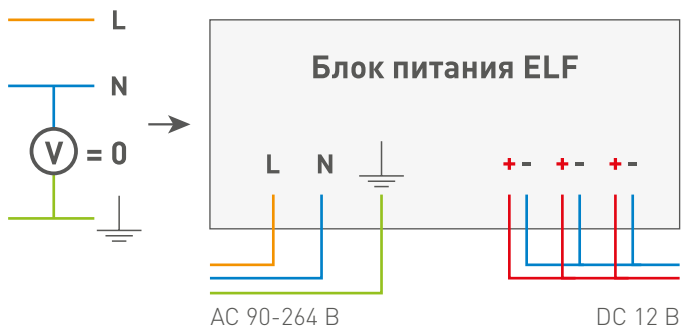

Рис. 4
- Для объектов (электроустановок), в которых применён принцип изолированной нейтрали (Рис. 4).
**⚠ ВАЖНО:** При данном способе подключения к входному терминалу изделия подключаются все провода линии связи (фаза, ноль, заземление), предназначенной для подачи напряжения питания на изделие (Рис. 4). Подключение заземляющего провода является обязательным!